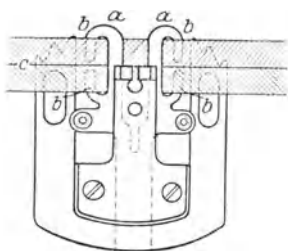

Abb. 32. Farbbandgabel mit Farbband. a) Innenstege, b) Augenstege, c) Farbband.
5. Das Farbbandwerk. Das Farbbandwerk ist eine sehr zusammengesetzte Einrichtung. Das Gewebe des Farbbandes besteht aus feinsten Baumwolle. Zur Einfärbung werden die besten Anilinfarben verwendet, da die Farbe dauerhaft sein muß, nicht kleben darf und die Abdrücke klar und scharf sein müssen. Zu stark eingefärbte Bänder tragen zur schnellen Verstopfung der Typen bei. Die vorrätig gehaltenen Farbbänder dürfen weder der Zugluft noch der Wärme ausgesetzt sein, da sonst die Farbe eintrocknet. Sie sollen daher in einem Behälter an einem nicht zu feuchten, kühlen Orte unten aufbewahrt werden. — Die Farbbänder werden in verschiedenen Farbtönen hergestellt. Am beliebtesten sind die violette und die blaue Farbe, da sie die klarste Schrift liefern. Zu Urkunden dürfen nur schwarze Farbbänder, deren Farbe auf ihre Echtheit geprüft ist, verwendet werden. Es sind die sog. Aktenfarbbänder. — Die Breite der Farbbänder ist leider bei den verschiedenen Erzeugnissen verschieden. Daher ist beim Kauf anzugeben, für welche Maschine und für welches Modell das Farbband bestimmt ist. — Die Länge des Farbbandes unterliegt keiner Bestimmung. Es soll für 1200 Seiten ausreichen. — Neue Farbbänder sind im Handel auf Spulen aufgewickelt zu haben. Diese werden auf die Spulendachsen der Spullager, um die sie sich beim Schreiben drehen, aufgesetzt. Die meisten Maschinen haben an der Seite eine Kurbel. Wickle mit ihrer Hilfe das Farbband ganz von einer Spule auf die andere und sieh dir die Befestigung des Bandes an der Spule an! Dies zu wissen ist notwendig, wenn ein neues Farbband eingezogen werden soll. Beachte aus demselben Grunde genau die Farbbandführung, d. h. wie das Farbband von einer Spule zur andern läuft! Vor dem Druckpunkt ist es durch die Farbbandgabel (Abb. 32) geleitet. Diese Führung ist besonders wichtig. — Das Auswechseln eines Farbbandes ist bei den meisten Maschinen sehr einfach. In der Regel wird das alte Farbband ganz auf eine Spule gekurbelt und von der Befestigung auf der nun leeren Spule befreit und die volle Spule abgenommen, die neue Spule